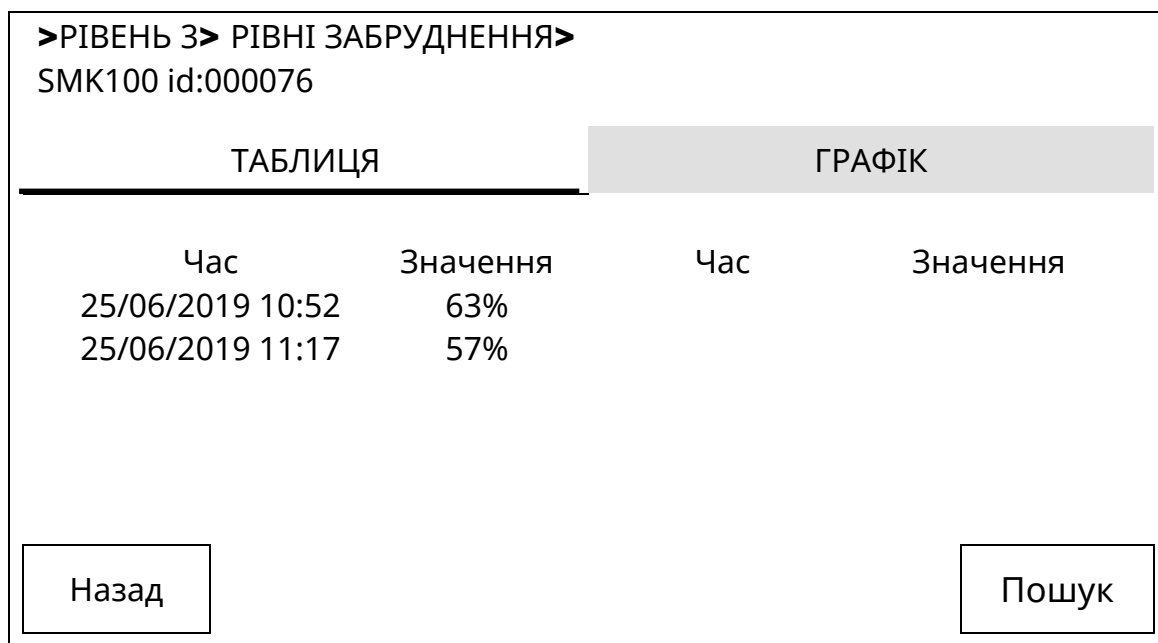

Рисунок 10.5.1 - Вікно довідки щодо забруднення димової камери сповіщувача
10.5.2 Якщо у вікні рис. 10.5.1 доторкнутися до поля «**ГРАФІК**», замість таблиці на дисплей буде виведений графік, на якому показаний характер зміни рівня забруднення.
10.5.3 Якщо у вікні рис. 10.5.1 доторкнутися до кнопки **[Пошук]**, то на сповіщувачі, дані якого переглядають, зміниться індикація: з одиночного блимання зеленим кольором з періодом 4 с на подвійне почергове зеленим і червоним кольором з періодом 2 с, завдяки чому сповіщувач можна візуально знайти в приміщенні (аналогічно 10.4.7.1).